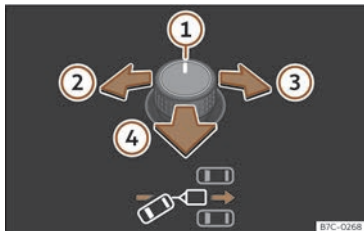
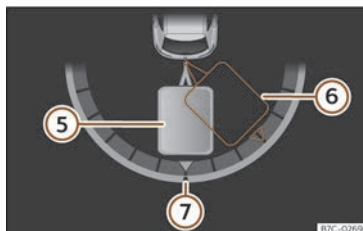

Abb. 141 Drehknopf für die Außenspiegel-Ausrichtung des Anhängers einstellen.
Abb. 142 Bildschirm des Kombi-Instruments: Rückwärtsfahren.
Legende zu >>> (Abb. 141) , >>> (Abb. 142):
- Drehknopf kippen, bis die gewünschte Richtung erreicht ist >>> (Abb. 141). Am Bildschirm des Kombi-Instruments erscheint zur Orientierung eine Darstellung des Gespanns in der aktuellen Position >>> (Abb. 142).